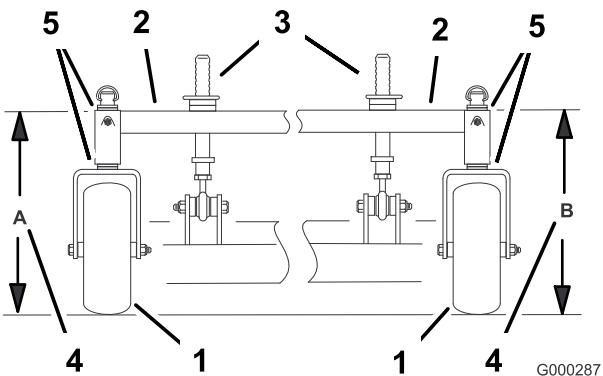

Figure 64
- Mesurez la hauteur du bâti porteur au point A (Figure 64).
- Mesurez la hauteur du bâti porteur au point B (Figure 64).